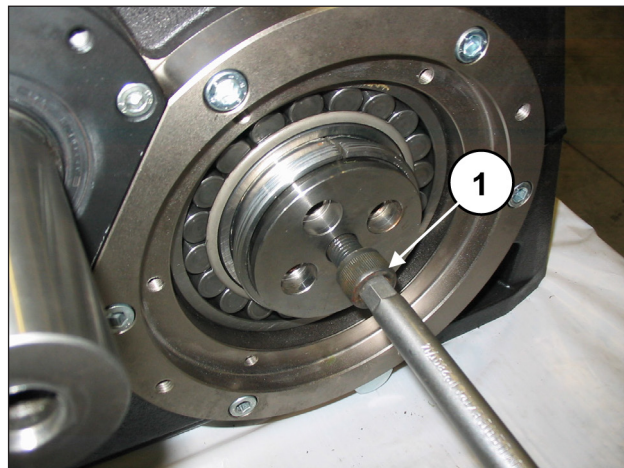

Fig. 80
Aplicar un tornillo M16 con la longitud adecuada (35-40 mm) en el orificio M16 del eje acodado y atornillarlo hasta que la brida se apoye en el casquillo (pos. ①, Fig. 80). No apretar el tornillo.